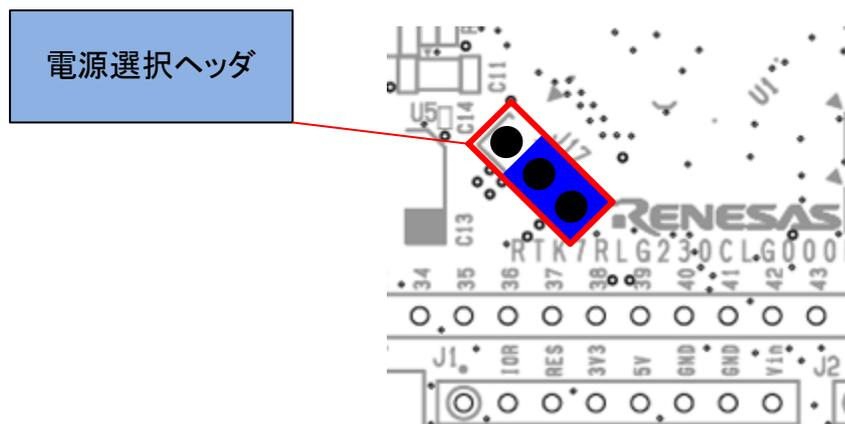

図 5-5: 3.3V 使用時のヘッダ設定(部品面)
- ・ J17 2-3 ショート：3.3V 電源を選択。(図 5-5)